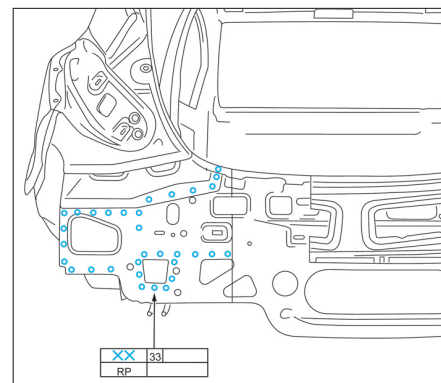
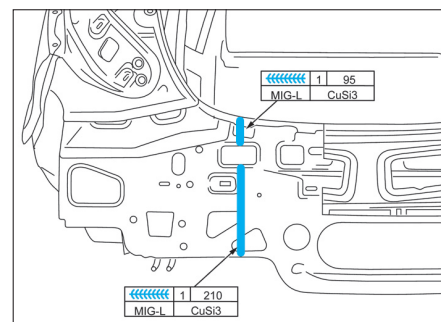

FIG. 57
FIG. 58
• Souder la section de la jupe arrière intérieure (Fig.57) et (Fig.58).